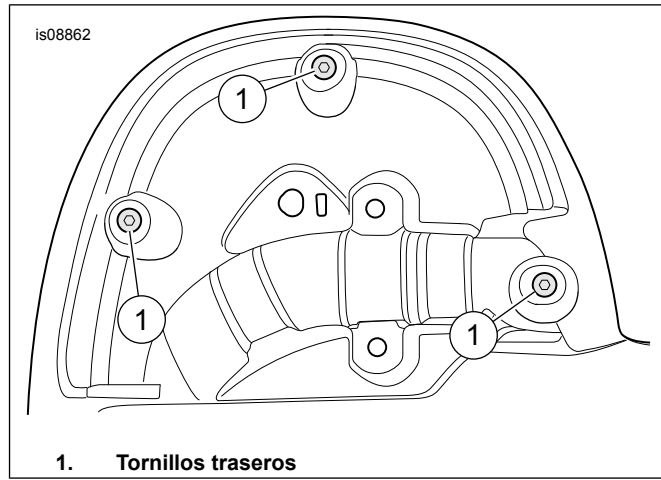

Figura 1. Tornillos traseros
1. Ver Figura 1 . De la parte trasera de un fuselaje, extraiga los tornillos traseros (1).